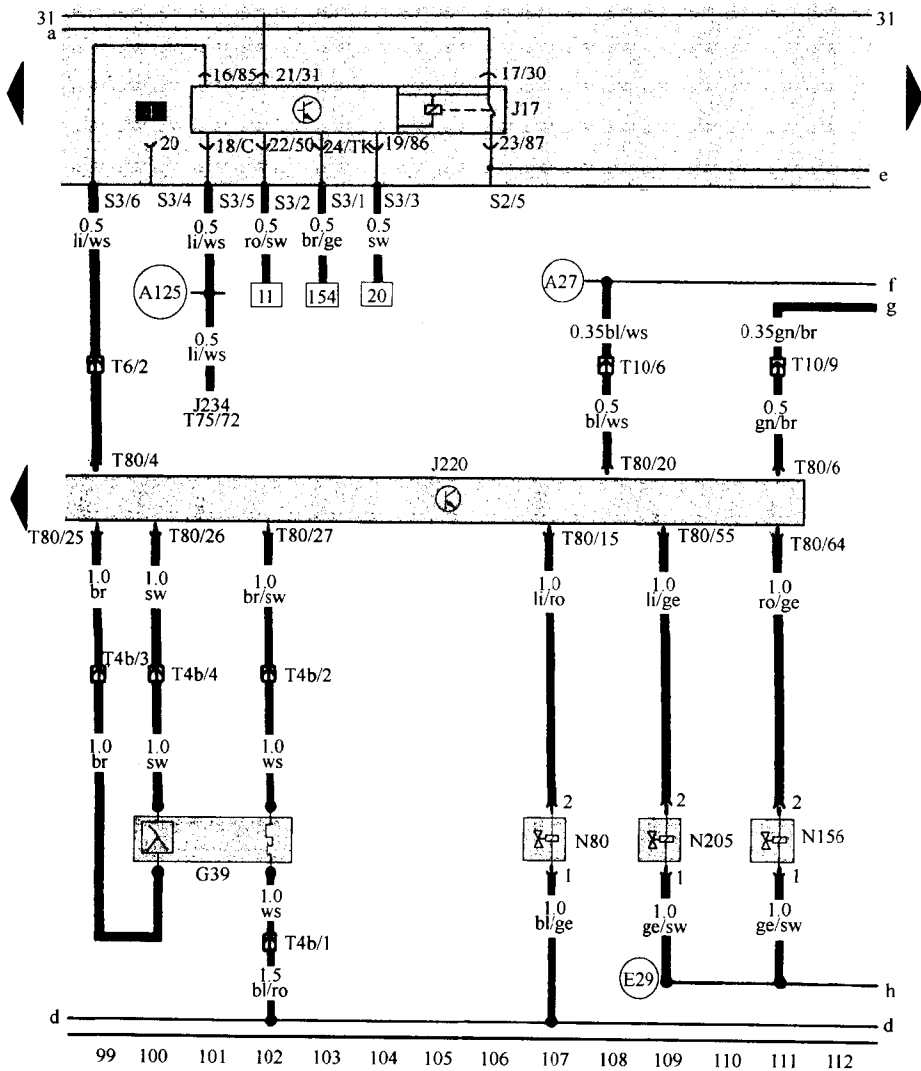

图 1-5 进排气控制系统电路图
(5) 多点喷射控制单元,λ 传感器,活性炭罐电磁阀,进气歧管转换阀,凸轮轴调整阀,燃油泵继电器(如图 1-5 所示)